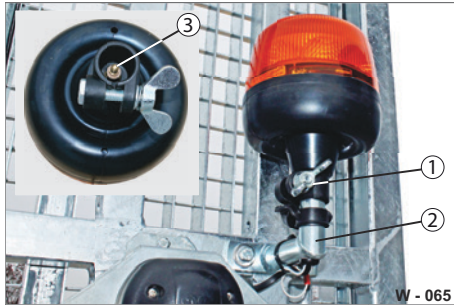

Abb. 65 Rundum-Kennleuchte
- ▶ Lösen Sie die Flügelmutter (Abb. 65/1).